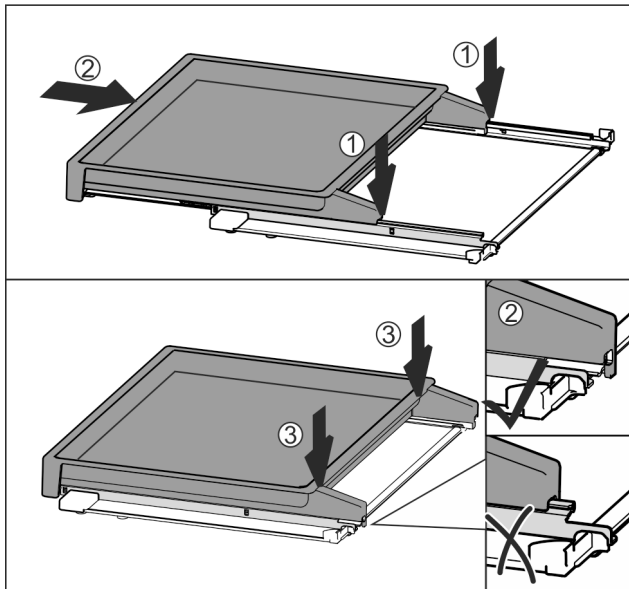

Fig. 97
- ▶ Umieścić centralnie na szynach Fig. 97 (1).
- ▶ Wsunąć całkowicie wysuwaną półkę Fig. 97 (2).
- ▶ Docisnąć z tyłu, aż do słyszalnego zatrzaśnięcia Fig. 97 (3).